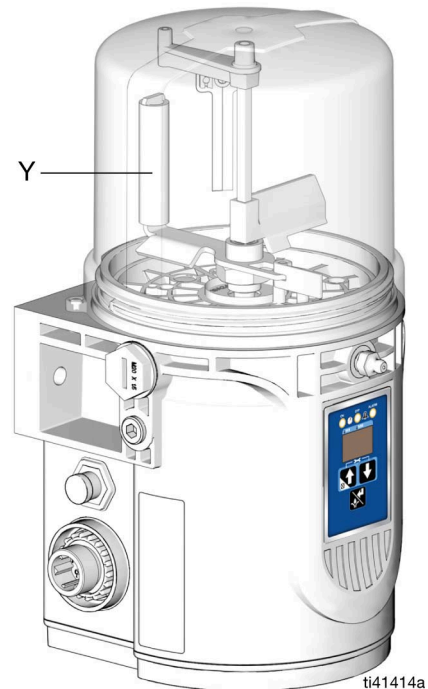

FIG. 21
1. Raccorder le flexible de remplissage au raccord d'entrée de remplissage Zerk (E) (FIG. 21).